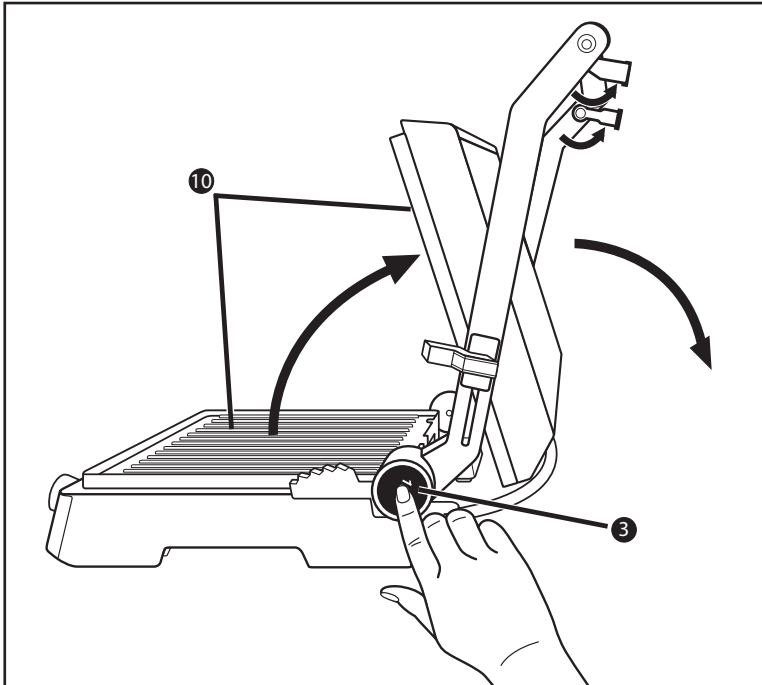

Abb. 1
- 1) Klappen Sie die beiden Stützfüße **1** aus (Abb. 1).
- 2) Drücken Sie die Entriegelungstaste 180° **3** (Abb.1) und öffnen Sie den Gerätedeckel so weit, dass beide Heizplatten **10** als Tischgrill benutzt werden können.